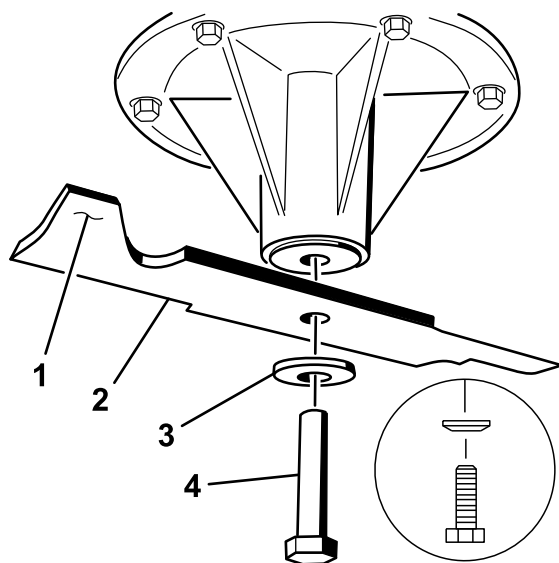

Figure 94
- Enlevez de l'axe, le boulon, la rondelle bombée et la lame (Figure 94).